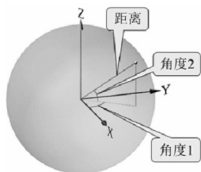

图 10-6 球面坐标
(3) 球面坐标：由该点到原点的连线、该连线在 XY 平面内的投影与 X 轴的夹角以及该点连线与 XY 平面的夹角来确定。如图 10-6 所示，其输入格式：“(@)距离<角度 1<角度 2”。